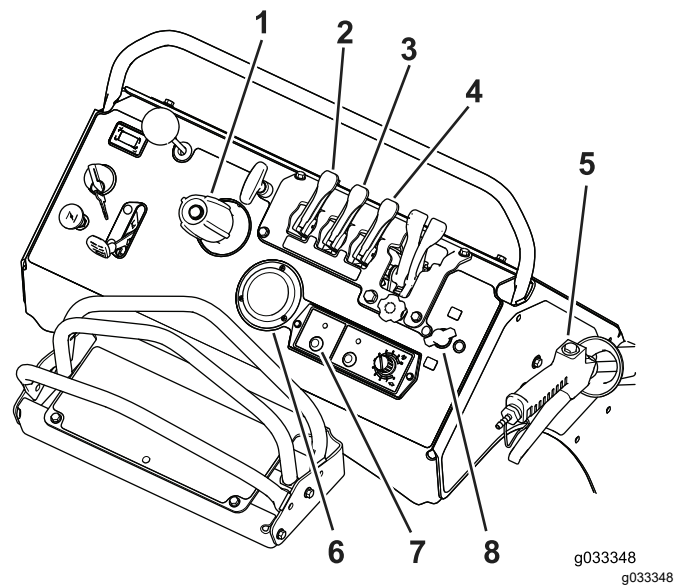

Figure 43
8. Réglez la commande de la pompe à la position MARCHE (Figure 43).